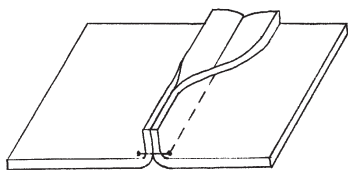

Рис. 23. Стачной шов
**Стачной шов.** При выполнении данного шва сложите детали лицевыми сторонами друг к другу, сметайте по намеченным линиям. Затем проложите прямую машинную строчку (рис. 23). Нити наметки удалите, а швы проутюжьте.